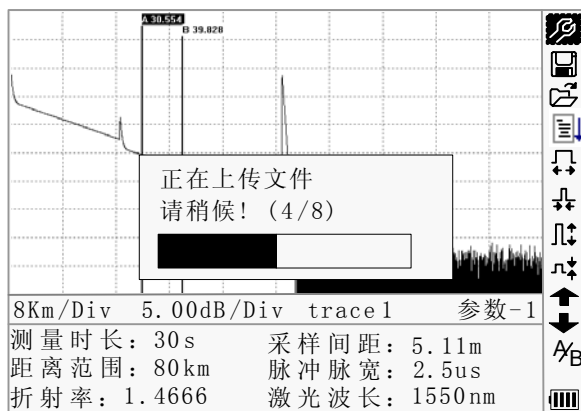

图 4-7. 存储轨迹上传
- 打开 palmOTDR 电源，在 PC 分析软件中执行数据上传操作。如图 4-7 所示